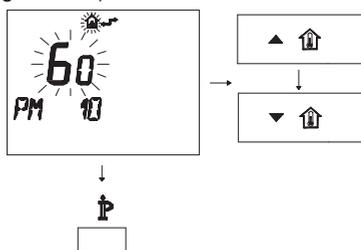

Figura 5.51
- Per modificare il SET programmato agire sui pulsanti ▲ (↑) o ▼ (↓) e aspettare che il numero programmato cominci a lampeggiare (Figura 5.51).